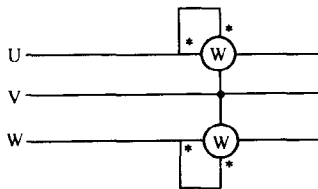

图 1-7
(4) 用两只单相功率表测量三相功率 用两只单相功率表测量三相功率时, 连接方法如图 1-7 所示。用一只功率表取测量 UV 线电压、U 相电流; 另一只功率表取测量 WV 线电压、W 相电流。测量时, 分别读出两只单相功率表各自的读数 P_1 和 P_2 , 三相有功功率 $P = |P_1 \pm P_2|$; 三相无功功率 $Q = \sqrt{3} (P_1 - P_2)$ 。注意: 如果表针反偏, 则要反接电压线圈, 该表上读数为 P_2 , 计算时取负值。